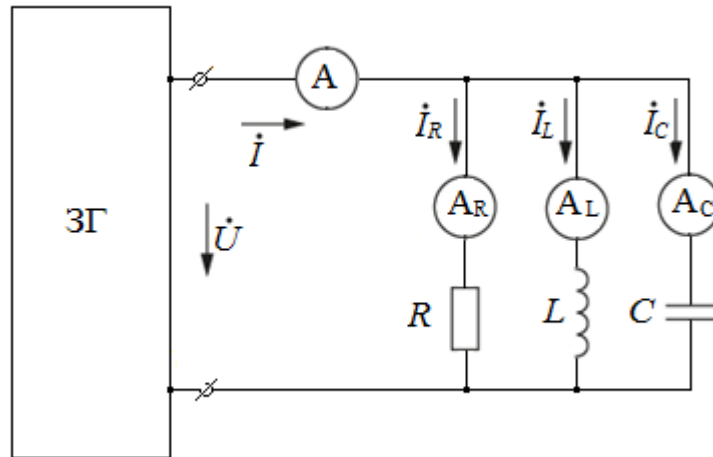

Рисунок 4.1
4.1.1 Записать закон Ома в комплексной форме для параллельной цепи  $R, L, C$  (рисунок 4.1).
4.1.2 Рассчитать комплексные значения токов в каждой ветви схемы (рисунок 4.1).
4.1.3 Построить векторную диаграмму токов для (рисунок 4.1).
4.2.1 Собрать цепь по схеме (рисунок 4.1), установить параметры цепи, согласно заданному варианту (таблица 4.1).
4.3.1 Рассчитать комплексные значения токов в каждой ветви схемы (рисунок 4.1).
4.4.1 Рассчитаем токи и построим векторную диаграмму токов для схемы (рисунок 4.1).